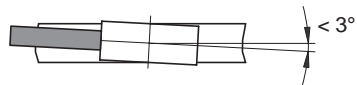

Abb. 6: Definition der Zählrichtung / Montage
- **Auf richtige Ausrichtung bezüglich der Zählrichtung achten** (Abb.6). Dies ist unerheblich falls sich die Zählrichtung in der elektronischen Auswertung umkehren läßt. (wie z.B. bei den Magnetbandanzeigen von SIKO)
- Abstandmaße zwischen Sensor und Magnetband sowie Winkeltoleranzen beachten, diese müssen über die gesamte Messstrecke eingehalten werden ! (Abb.6)